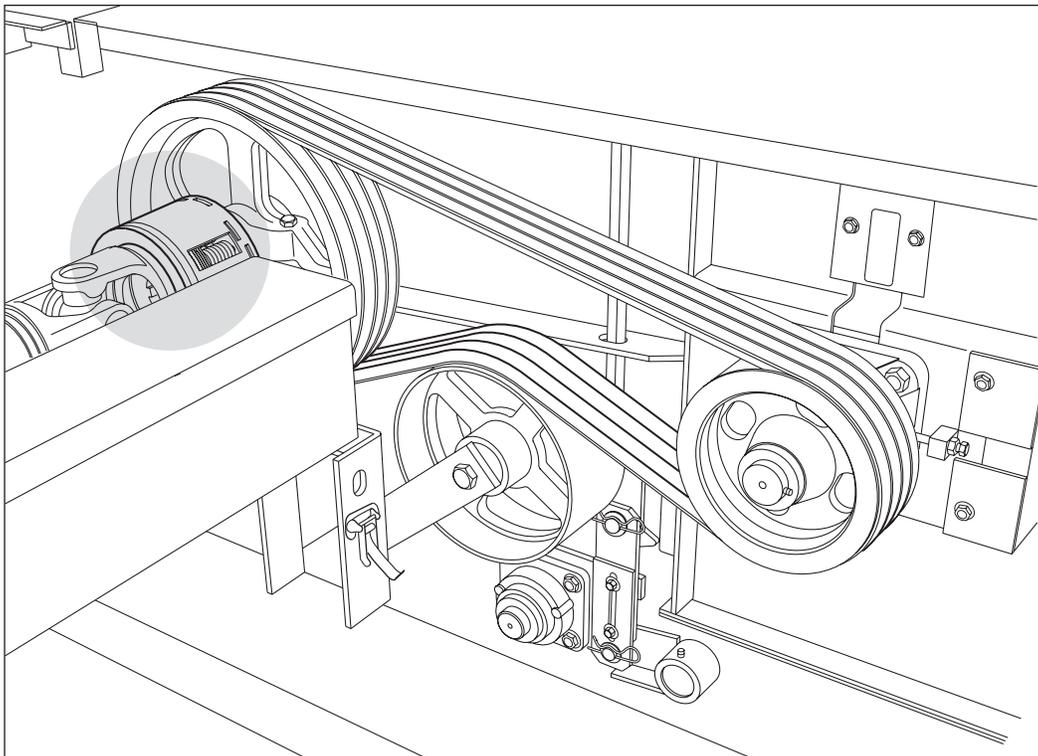

Figure 180 Embrayage à friction de la PDF
AJUSTEMENT DE L'EMBRAYAGE À FRICTION (OPTION) - FIGURE 180
1. Serrer les écrous (item 9) afin d'enlever la pression sur les disques à friction (item 3) et sur les anneaux d'ajustement (item 1);
3. Bloquer les couteaux en insérant un morceau de bois entre les couteaux et le châssis de la machine (figure 180, item 10);
5. Desserrer les écrous (item 9) à la fin des filets afin de remettre la pression sur les disques à friction;